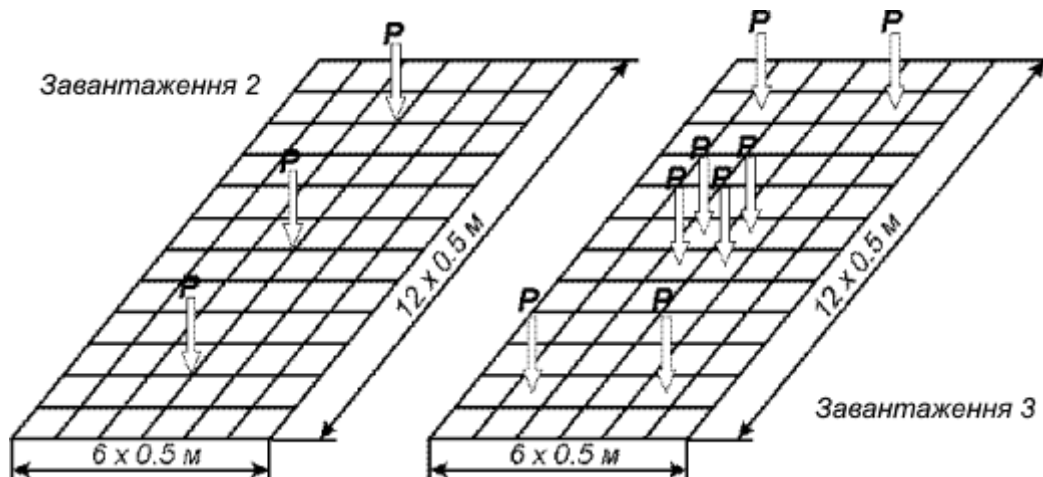

Рис. 2.1. Розрахункова схема плити
- завантаження 2 – зосереджені навантаження  $P = 1\text{т}$ , прикладені по схемі рис. 2.1, завантаження 2;
- завантаження 3 – зосереджені навантаження  $P = 1\text{т}$ , прикладені по схемі рис. 2.1, завантаження 3.